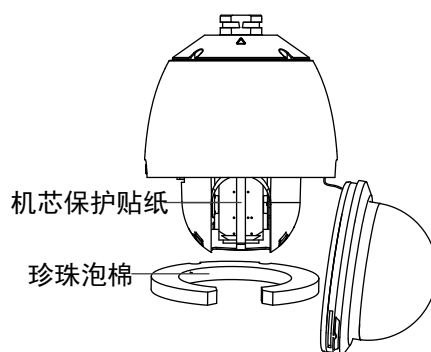

图2-18 取出珍珠棉及保护贴纸
2. 取出球芯周边的珍珠棉，撕掉球芯部分的保护贴纸，如图 2-18 所示。